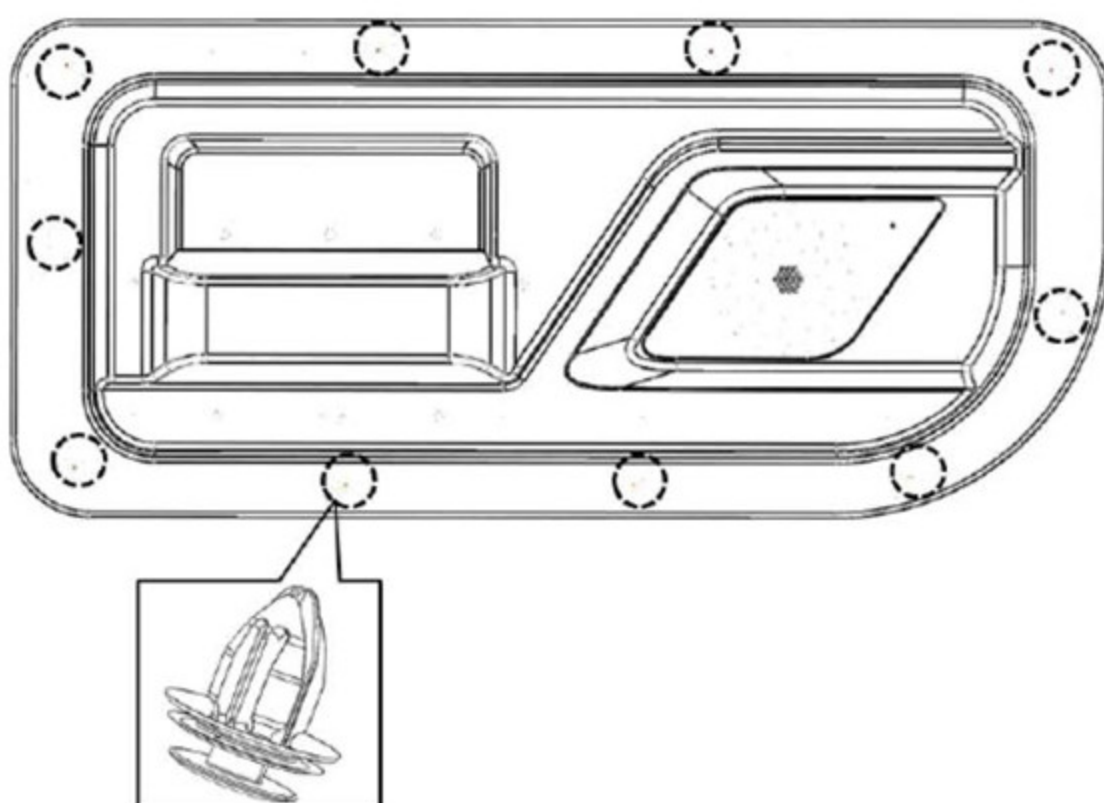

图1.8.5.1 左后侧围护板拆卸
(1) 使用缠有保护胶带的一字螺丝刀在图1.8.5.1 左后侧围护板拆卸所示的卡扣处沿与钣金垂直的方向把塑料卡扣紧固点从钣金分离，共10个。即可取下左后侧围护板。
(2) 按照与拆卸相反的顺序进行安装：